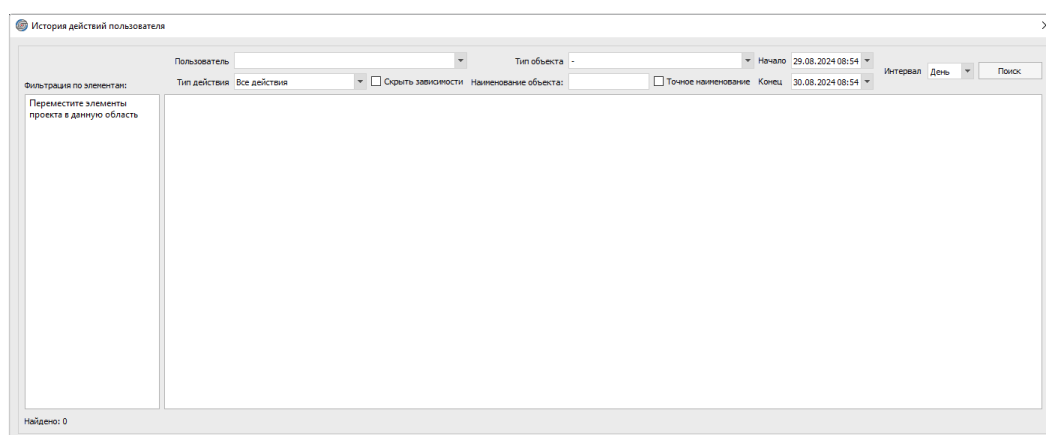

Рисунок 46. Окно «История действий пользователя»
- «Действия пользователя» — открывает окно, позволяющее просматривать историю действий пользователей (см. рисунок 46);